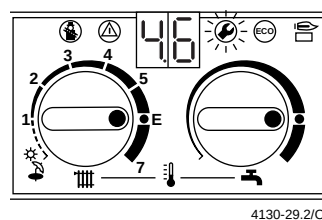

Figura 68
- Após largar a tecla de serviço aparece durante 5 segundos p. ex. "4.6", depois "00." ou "01." e a tecla acende (figura 68).